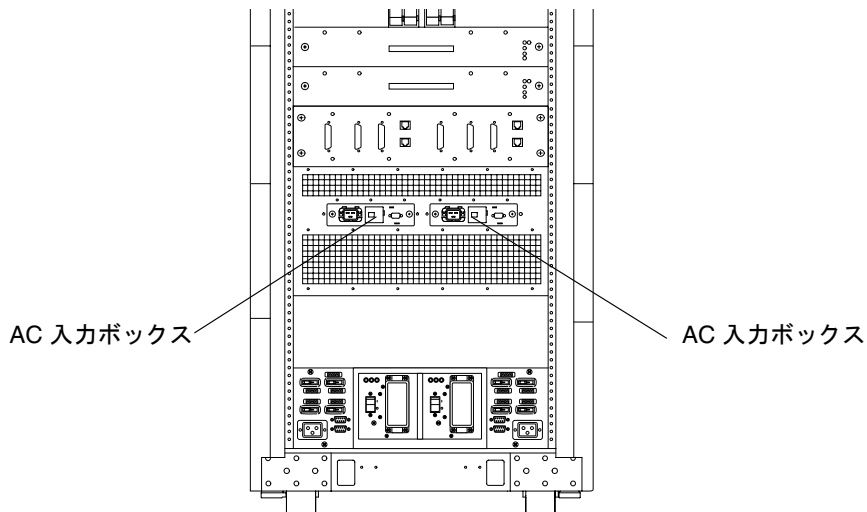
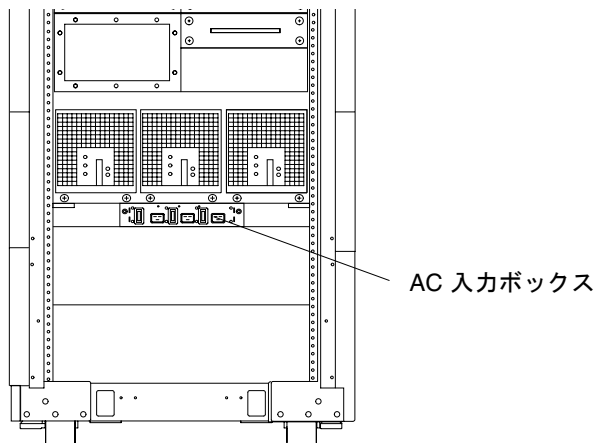
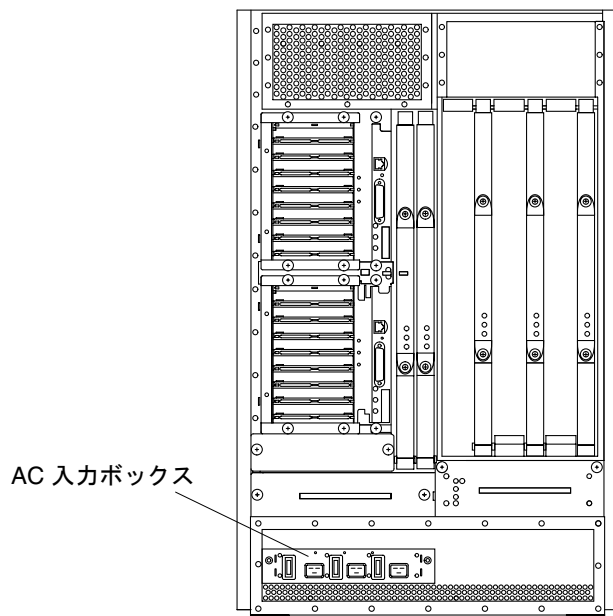

図 2-2 AC 入力ボックス — Sun Fire 6800 システム (背面図)
図 2-3 AC 入力ボックス — Sun Fire 4810 システム (正面図)
図 2-4 AC 入力ボックス — Sun Fire 4800 システム (背面図)
3. AC 入力ボックスの電源を切ります (図 2-2、図 2-3、図 2-4)。